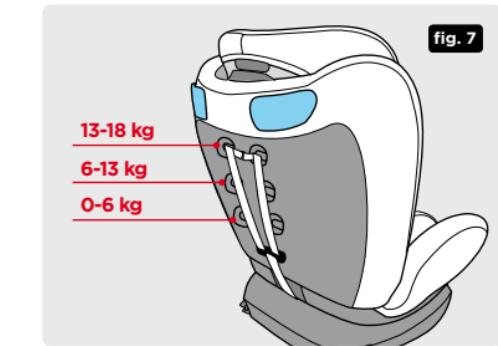

fig. 7
3. Libere los protectores de hombro (3) desenganchándolos del conector que los une situado en la parte trasera de la silla (20) o pasándolos directamente a través del ojal correspondiente de la silla en el caso de que estén unidos y no exista conector.
4. Vuelva a insertar las cintas de los arneses y de los protectores de hombro a la altura deseada tomando como guía aproximada la fig. 7.